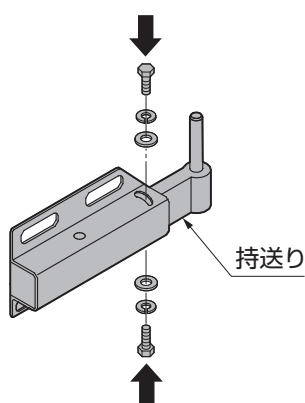

図 10-3 組替え手順2
②持送りの凸部が上向きになるように全体を回転してください。(図 10-3 参照)
③持送りを「持送り固定ボルト」、「持送り固定バネ座金」、「持送り固定平座金」で止めてください。(図 10-3 参照)